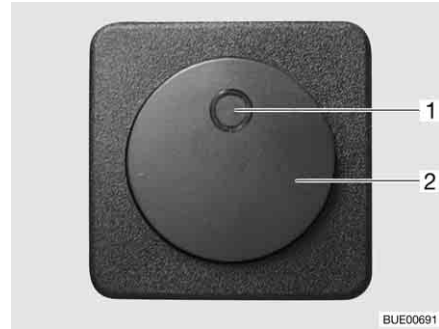

Fig. 196 Commutateur du chauffage électrique du plancher
- Appuyer sur le commutateur à bascule (Fig. 196,2). Le voyant de contrôle (Fig. 196,1) placé sur le commutateur s'allume.
- Appuyer sur le commutateur à bascule (Fig. 196,2). Le voyant de contrôle (Fig. 196,1) placé sur le commutateur s'éteint.